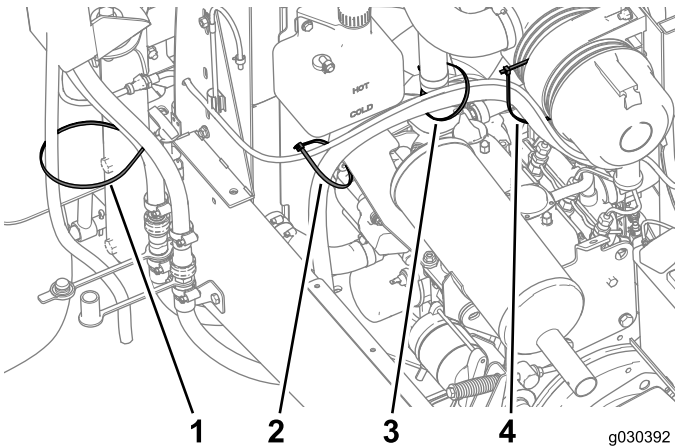
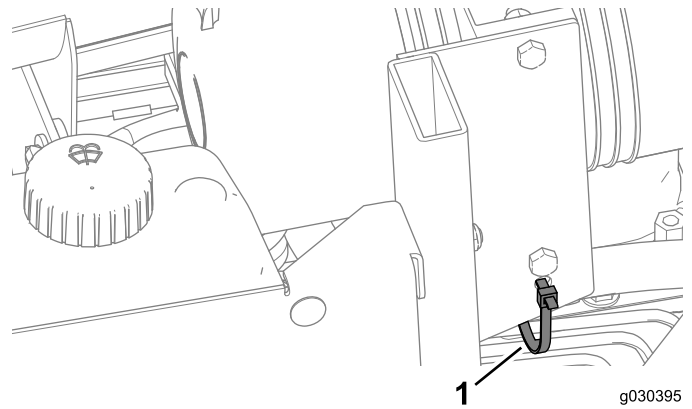

Figura 47
Figura 48
7. Fije las mangueras en su posición con las bridas (Figura 47) y (Figura 48).